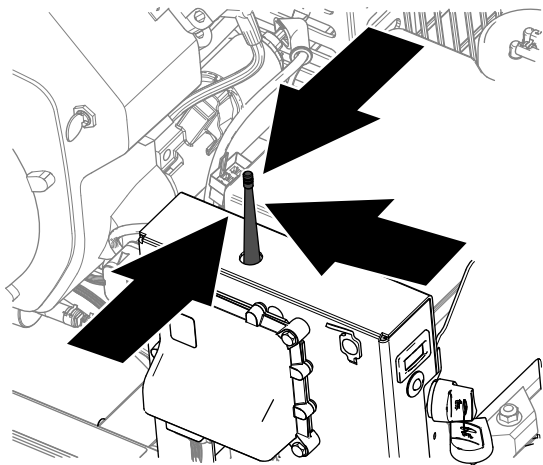

Figura 50
3. Tenendo il telecomando, rimanete in prossimità del modulo di controllo wireless in un'area con una visuale chiara, non ostruita, sull'antenna (Figura 50).